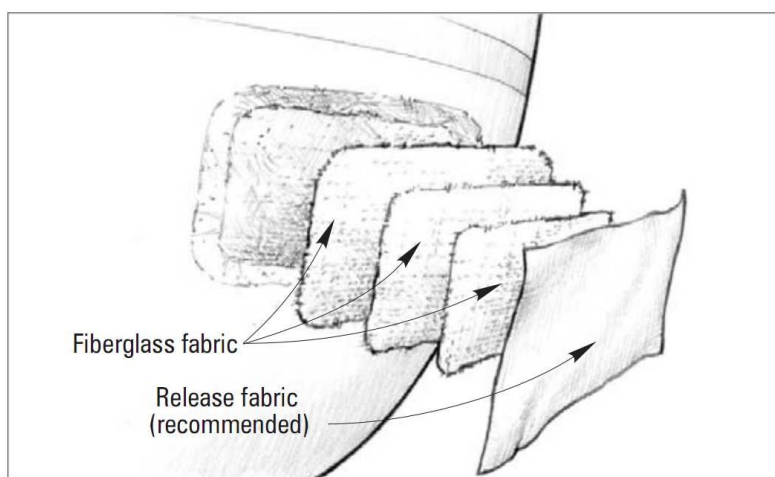

Рисунок 4-10 Восстановите первоначальную толщину ламината, используя несколько слоёв стеклоткани, склеенной эпоксидной смолой
1. Вырежьте необходимое количество кусков стеклоткани такой же формы, как и место ремонта. Первый кусок должен быть немного меньше, чем внешний край фаски, а каждый последующий – меньше предыдущего. Последний слой должен быть того же размера и формы, как внутренние кромки фаски, а общая толщина слоёв должна быть несколько меньше, чем оригинальная панель. Это позволит произвести последующую шпаклёвку. Вырежьте один кусок жертвенной ткани WEST SYSTEM 879 Peel Ply, на несколько сантиметров больше, чем место ремонта. Он поможет сделать заплатку более гладкой (Рисунок 4-10).